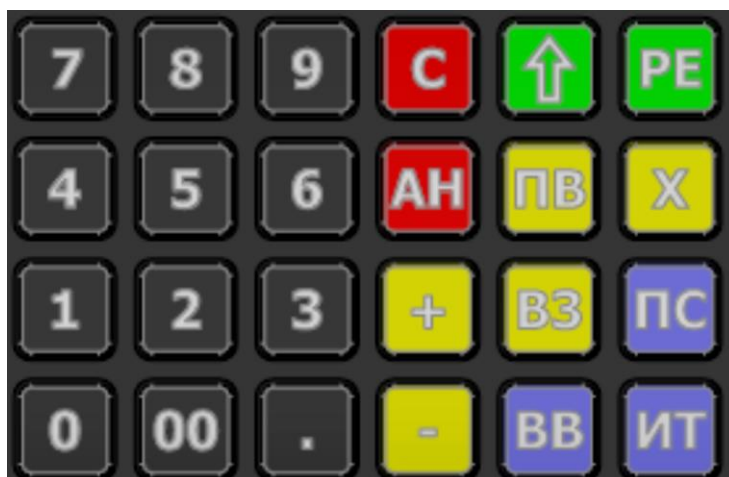

Рисунок 4. Клавиатура изделия
5. Клавиатура (подробнее см. рисунок 4).